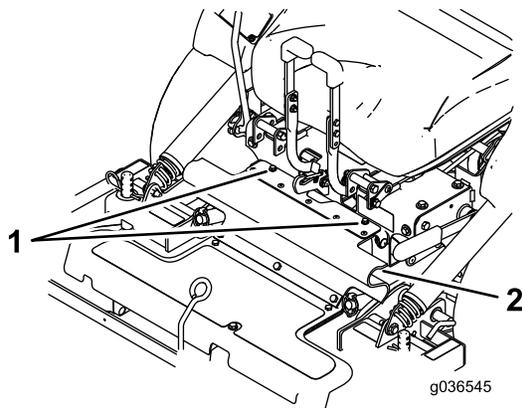

Figura 23
3. Desaperte os parafusos na proteção de borracha (Figura 23).